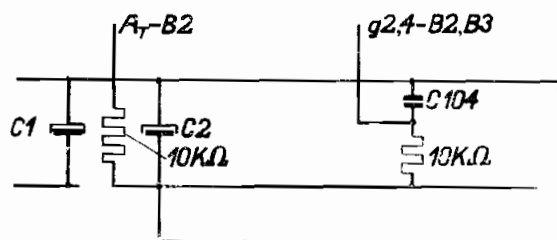

fig. 2
- 2e. 220 V \cong (gelijkspanning), zie fig. 2.